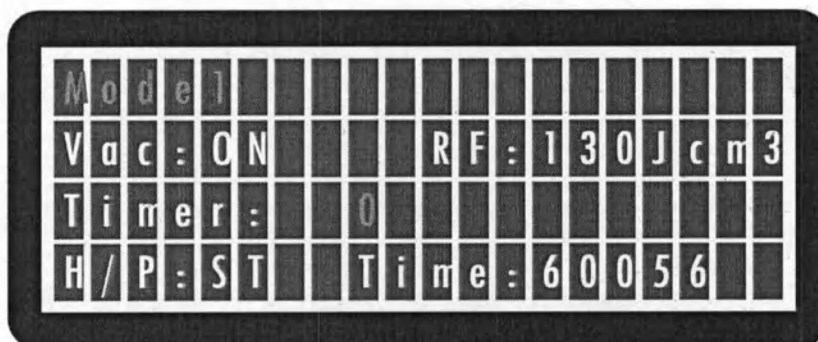

Рисунок 6. Экран главного индикатора
- Появится экран главного индикатора (Рисунок 6)